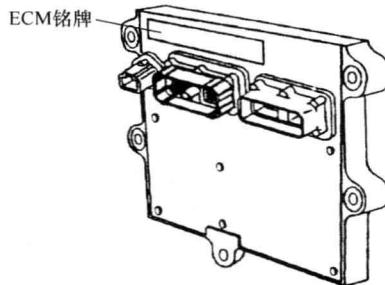

图 1-4 ECM 铭牌
ECM 铭牌位于 ECM 的前部，如图 1-4 所示。ECM 铭牌上记录着下列信息：ECM 零件号 (PN)、ECM 生产序号 (SN)、ECM 日期代码 (DC)、发动机生产序号 (ESN)、ECM 代码 (确认 ECM 内的软件)。